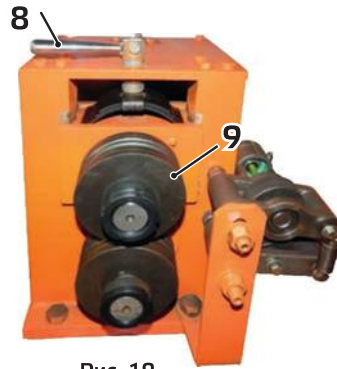

Рис. 19
2. Ослабьте фиксирующие гайки (1) регулировочных винтов роликов выпрямляющего блока.
3. Выкрутите регулировочные винты (2) всех роликов до момента соприкосновения корпусов роликов (3) с корпусом выпрямляющего блока (рис 17).
7. Вращая ручку (8) поднимите прижимной ролик (9) (рис. 19).
8. Пропустите арматуру через ролики приемного протяжного механизма и прижмите ее роликом (9).